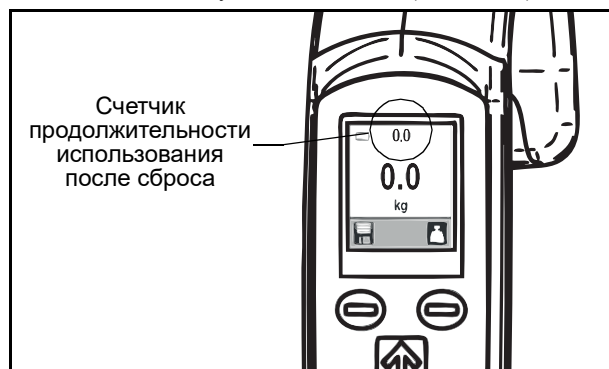

Рис. 4
- Отключите устройство еще раз при помощи кнопки остановки. При следующем включении устройства цифры счетчика продолжительности использования будут показывать нулевое значение (см. Рис. 4).